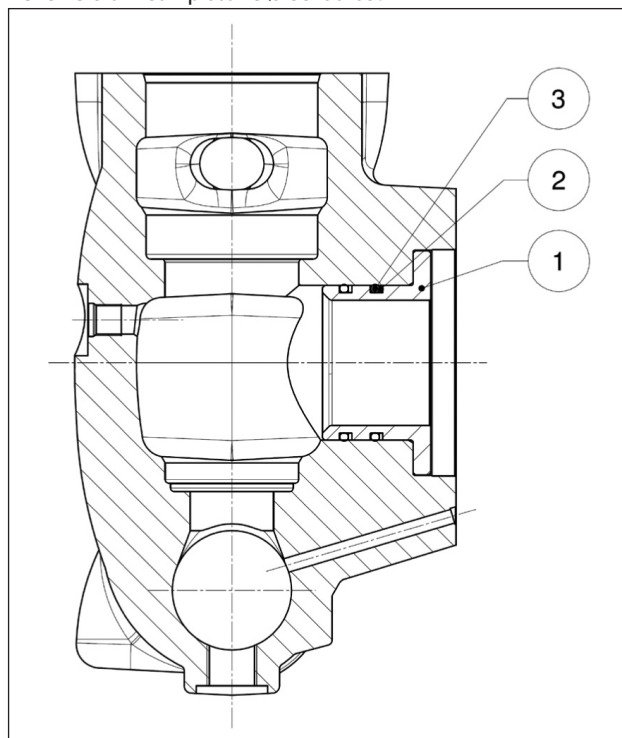
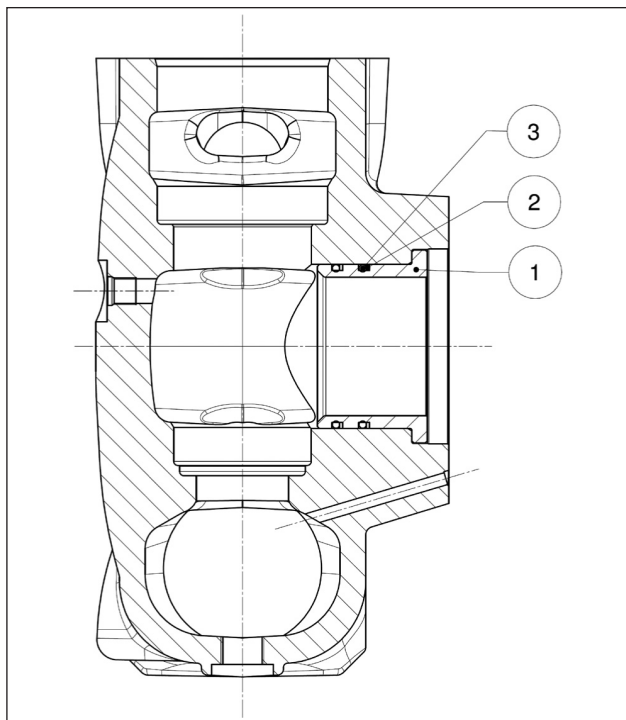

Fig. 148
Fig. 149
La testata lavorata deve essere assemblata mediante piantaggio delle boccole (pos. ①) complete di anelli antiestrusione (pos. ②) e O-ring (pos. ③) come rappresentato in Fig. 148 nelle versioni con pistone $\varnothing 40-45-50$ e in Fig. 149 nelle versioni con pistone $\varnothing 55-60-65$: